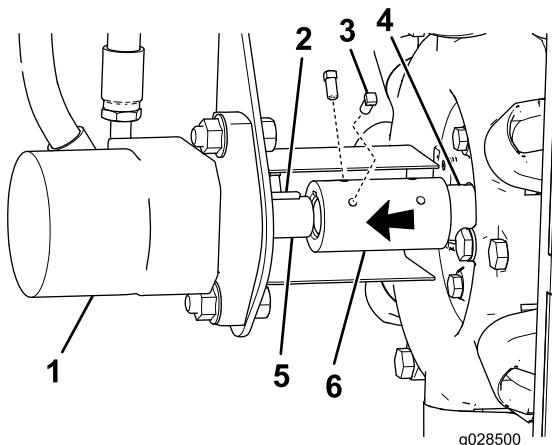

Figura 7
2. Insira a chave Woodruff na ranhura da chave no eixo do motor hidráulico (Figura 7).
3. Alinhe a ranhura no conector do eixo com a chave Woodruff e faça deslizar o conector do eixo para o eixo do motor hidráulico (Figura 7).
4. Alinhe a ranhura na extremidade aberta do conector do eixo com a chave Woodruff no eixo da bomba do pulverizador (Figura 7).
- Nota:** Certifique-se de que existe uma chave Woodruff na ranhura da chave no eixo da bomba do pulverizador (Figura 7).
5. Posicione o conector uniformemente por cima dos eixos do motor e da bomba (Figura 7).
6. Aplique adesivo de roscas de grau médio nas rosas dos 4 parafusos de cabeça quadrada e fixe o conector do eixo a ambos os eixos com os parafusos (Figura 7).